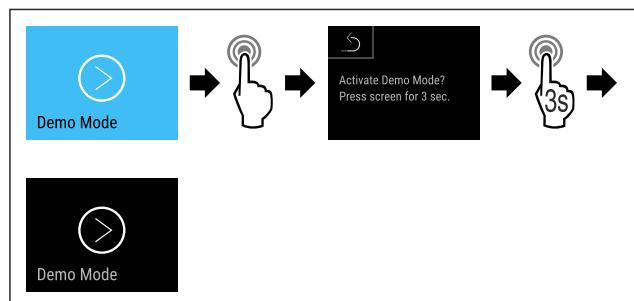

Fig. 161
- Seguir los pasos de procedimiento (consulte Fig. 161) .